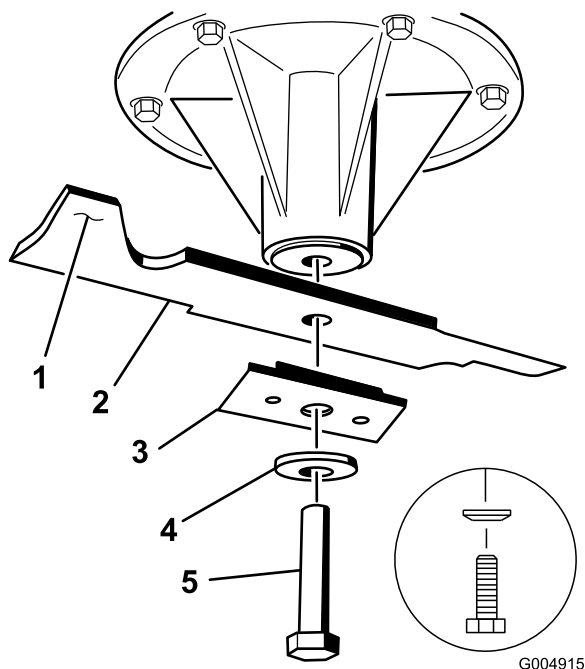

Figura 75
- En las plataformas de cortacésped de 36 y 52 pulgadas, retire del eje el perno de la cuchilla, la arandela curva, el refuerzo y la cuchilla (Figura 75).
- En las plataformas de cortacésped de 36 y 52 pulgadas, instale la cuchilla, el refuerzo, la arandela curva y el perno de la cuchilla (Figura 75).